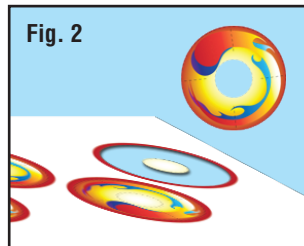

Fig. 2
1. Punch out die-cut Wheel Cover, remove center wheel hub cutout (Fig. 2) and test fit on wheel. Wheel Cover should not overlap the wheel's hub. Enlarge hub cutout area if needed.
1. Déposer pré-découpée couvrir de roue et centre moyeu de roue découpe (Fig. 2) et le monter sur la roue. Couvrir de roue ne pas se chevaucher la roue du moyeu. Agrandir moyeu de roue zone de découpe si nécessaire.